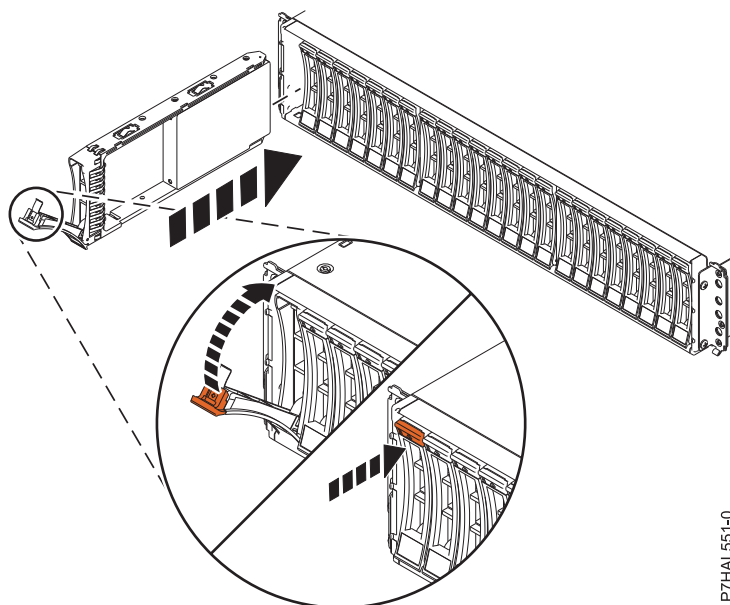

Figura 25. Instalar ou substituir a unidade de disco no 5887 suporte de unidades de disco
2. Com a pega na posição de desbloqueio conforme demonstrado em Figura 25 na página 27, , apoie a parte inferior da unidade enquanto alinha a mesma com as calhas de guia no suporte.
4. Bloqueie a unidade ao rodar a pega do compartimento (A) na direção demonstrada em Figura 25.